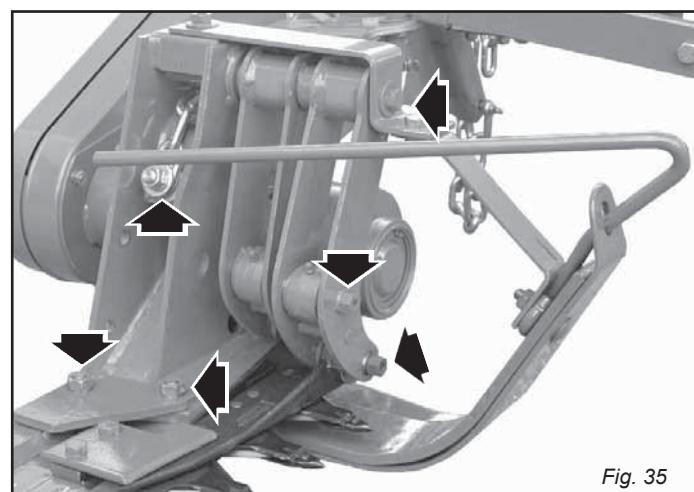

Fig. 35
- В течение первых часов работы, проверьте затяжку винтов (Рис. 35).
- Проверять затяжку болтов шатунного механизма (Рис. 35).